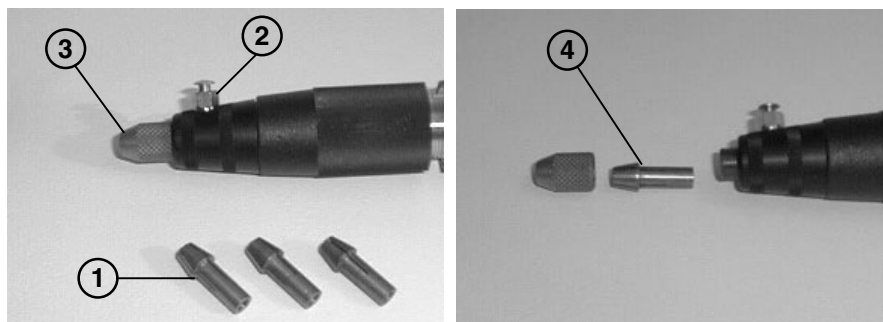

Fig. 7
Tal como se observa en Fig. 7), comprende el suministro de cuatro pinzas (1) para diferentes diámetros de herramientas (0 - 1 - 2,35 - 3 mm). Para insertar la herramienta se deberá:
- oprimir el botón (2) presente en el mango;
- desenroscar el cabezal (3);
- insertar la herramienta y reenroscar el cabezal, manteniendo siempre oprimido el botón (2).